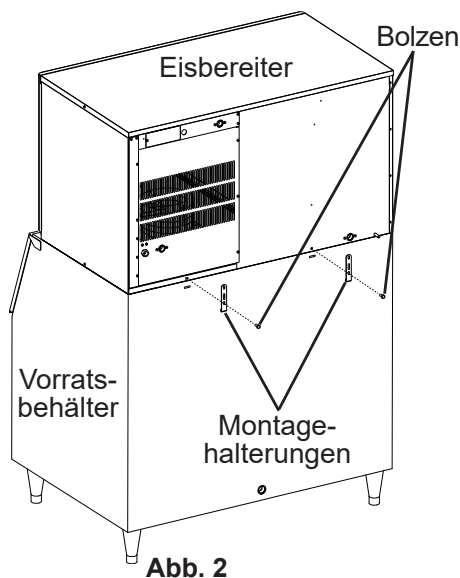

Abb. 2
- 4) Den Eisbereiter mit den mitgelieferten 2 Montagehalterungen und Bolzen am Vorratsbehälter befestigen. Siehe Abb. 2.